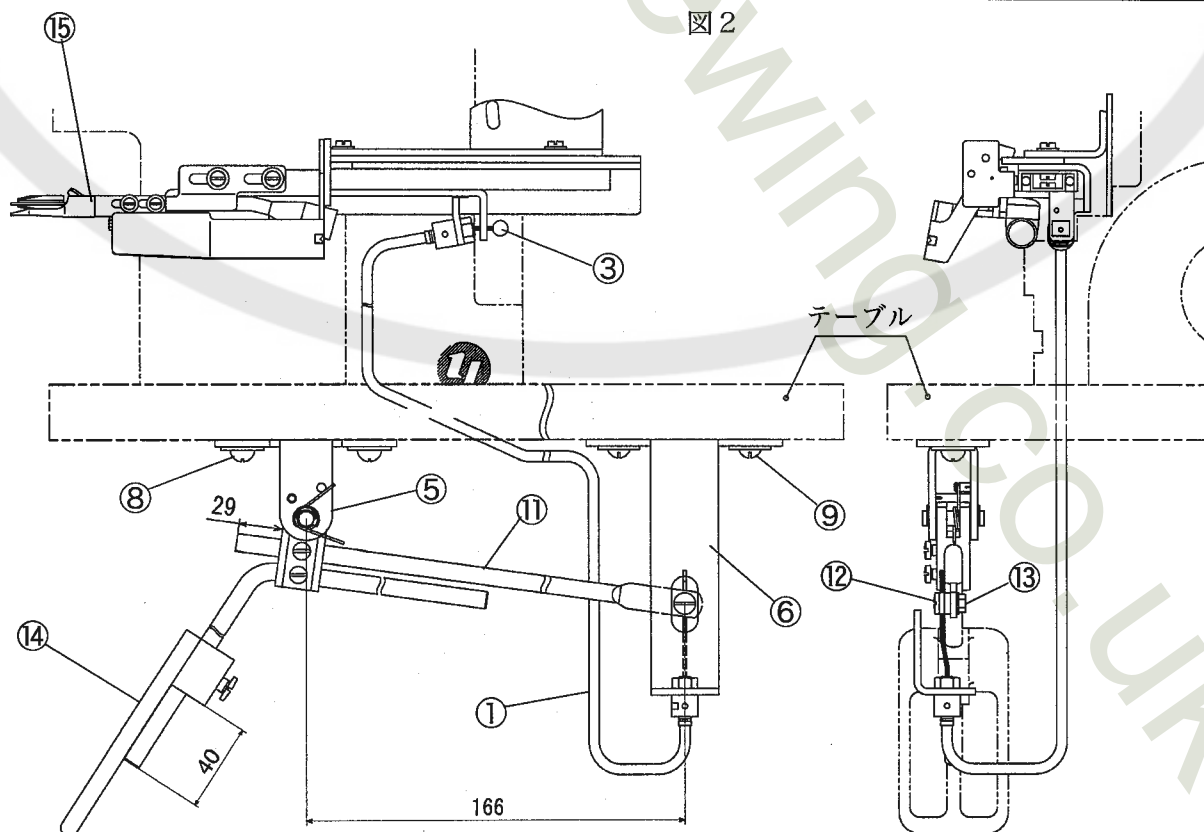

図3
- (1) ワイヤ保護パイプ①の一端を装置本体②に取り付け、保護パイプにワイヤ③を挿入する。
- (2) 装置本体②が水平になるようミシンフレームに止ネジ④2本で取り付ける。
- (3) 膝受ケ台⑤、ワイヤガイド取付板⑥、エアーレギュレータ⑦をテーブル下面にそれぞれ木ネジ⑧⑨⑩各2個で取り付ける。(図3, 6 参照)
- (4) ワイヤ保護パイプ①のもう一方の端をワイヤガイド取付台⑥に取り付ける。
- (5) 吸込管⑬が最右端(回避位置)に寄ったとき、膝受ケ連結軸⑪が最も下になり、ワイヤ③にたるみがないようにして、ワイヤをネジ⑫の穴に挿入しナット⑬で固定する。